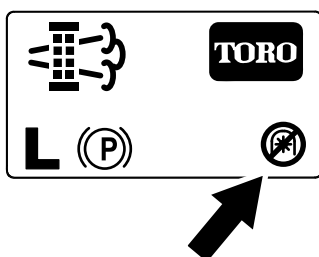

Figura 38
**Nota:** La pantalla de inicio muestra el icono de toma de fuerza desactivada (Figura 38).
**Nota:** La pantalla de inicio muestra el icono de toma de fuerza desactivada; consulte la Figura 38 en Mensajes de regeneración con la máquina aparcada \(página 37\).